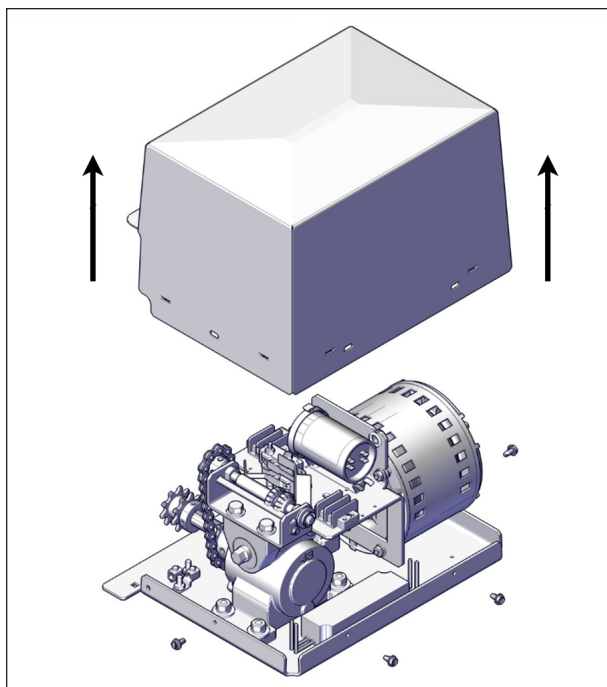

FIGURE 70: RETIRER LE COUVERCLE DE L'OPÉRATEUR
2. Retirer les quatre vis au bas du couvercle de l'opérateur et retirer le couvercle, voir Figure 70.